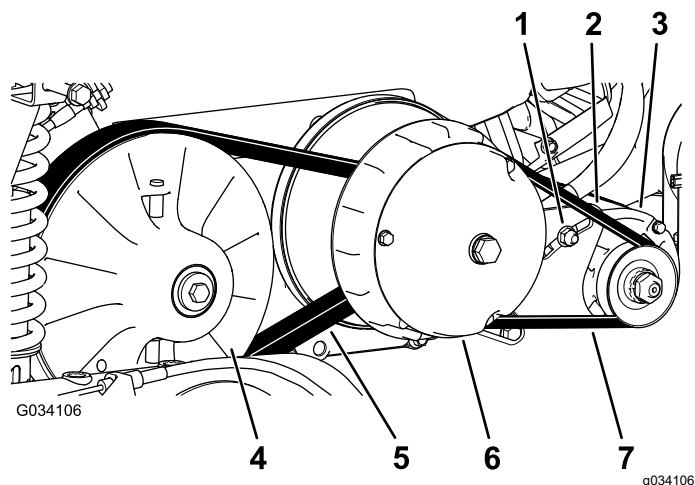

图 62
6. 旋转副离合器图 62 看其是否可在后退位置自由转动。
4. 转动并检查皮带图 62 是否有过度磨损或损坏的迹象。
3. 转动并将皮带放到副离合器上 图 62。
4. 从副离合器上卸下皮带 图 62。
5. 将新皮带放到主离合器上并对齐 图 62。
6. 转动并将皮带放到副离合器上 图 62。
2. 拧松启动发电机的枢轴螺母 图 62。
4. 向下压撬棍将启动器向下转入槽中直至当施加44N 的力量时皮带张紧力仅允许 6mm 的皮带下压 图 62。
5. 用手拧紧枢轴螺母并取下撬棍 图 62。